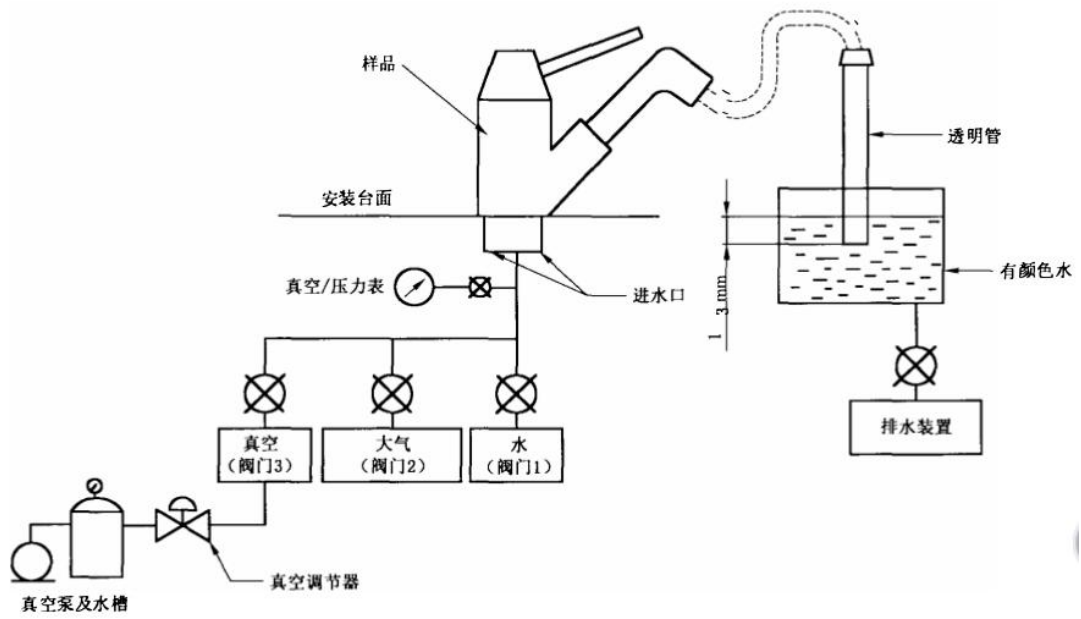

图 D.1 防回流试验装置示意图
- 2 样品根据制造商的安装说明书按图 D.1 的要求将其安装在正常的工作位置,进水端连接供水装置、真空系统和大气(见图 D.1)。